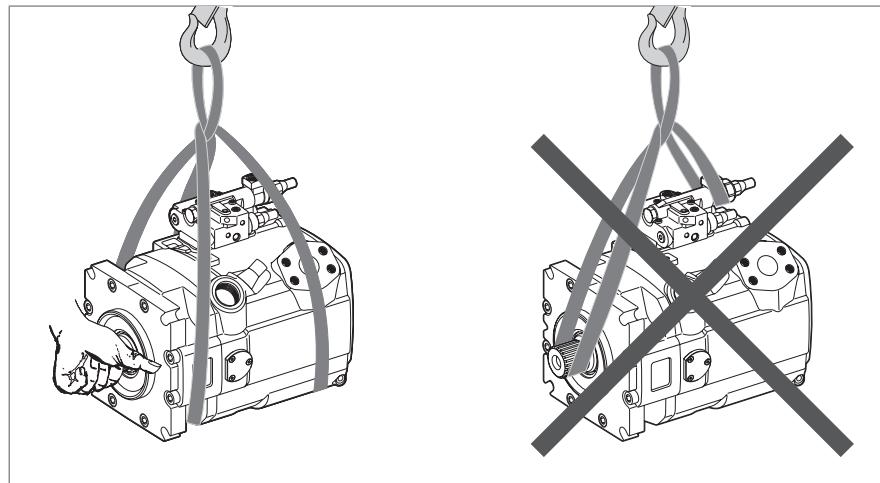

Abb. 6: Transport mit Hebeband
- ▶ Legen Sie das Hebeband so um die Axialkolbeneinheit, dass es weder über Anbauteile (z. B. Ventile, Verrohrung) verläuft, noch dass die Axialkolbeneinheit an Anbauteilen aufgehängt wird (siehe Abb. 6).